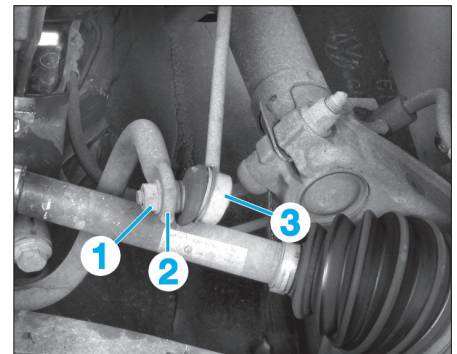
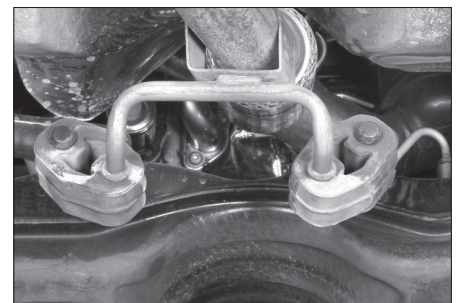

FIG. 19
FIG. 20
- les écrous (1) de la biellette (3) (Fig.19).
• Déloger les biellettes (3) de la barre stabilisatrice (2).
• Extraire la bague de fixation pour tuyau d'échappement du berceau (Fig.20).